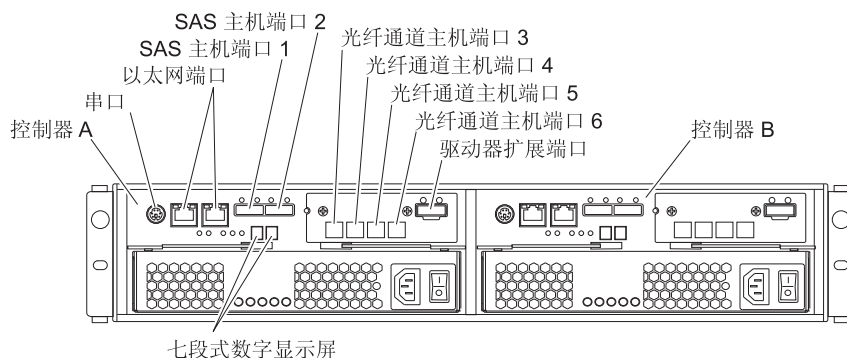

图 3-40. 存储控制器上主机接口的位置
2. 将光纤通道电缆连接到控制器主机端口中的 SFP 模块以及光纤通道交换机中的 SFP 模块或主机总线适配器上的光纤接口。图 3-40 显示了控制器上与主机系统电缆连接的存储子系统端口的位。